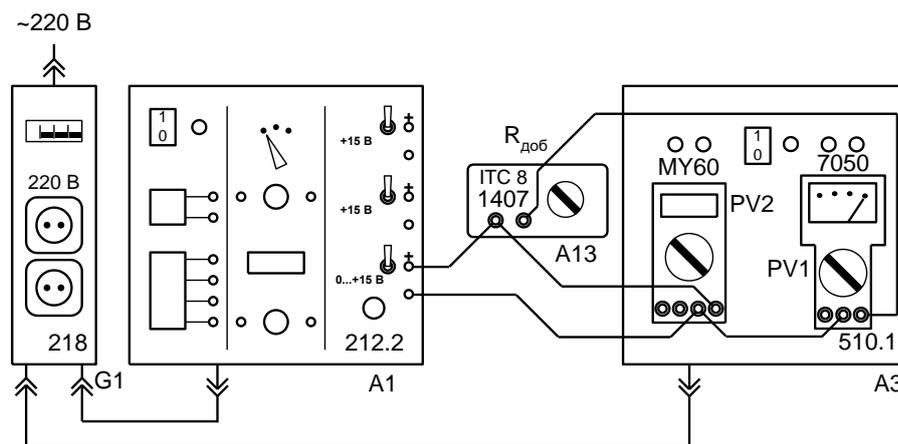

Рис. 3. Схема электрическая соединений для расширения предела измерения вольтметра.
Схема электрическая соединений для расширения предела измерения вольтметра приведена на рис. 3.
-измерить сопротивление изоляции обмоток электродвигателя относительно корпуса, подключив прибор согласно схеме (рис.3).